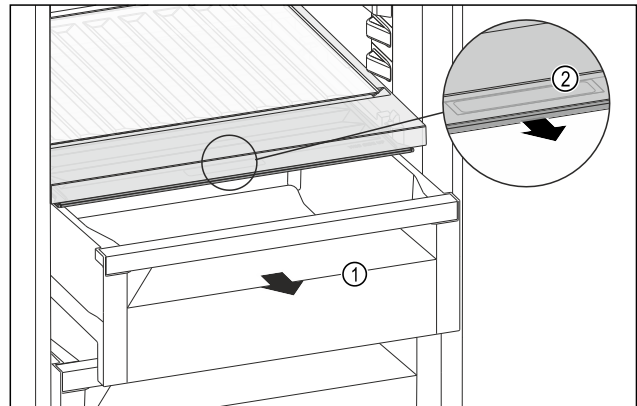

Fig. 107
- ▶ Извлеките выдвижной ящик Fig. 107 (1).
- ▶ Возьмитесь за утопленную ручку Fig. 107 (2) на крышке отделения и одновременно потяните крышку отделения вперед.